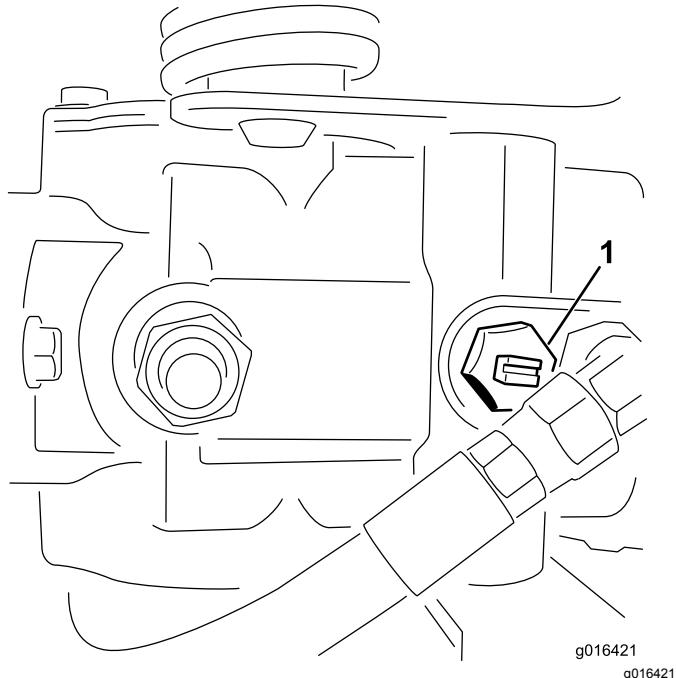

Figure 26
1. Localisez la vanne de dérivation sur la pompe et tournez-la de 2 tours complets dans le sens antihoraire (Figure 26).
2. Avant de mettre le moteur en marche, tournez la vanne de dérivation de 2 tours complets dans le sens horaire pour la fermer (Figure 26).